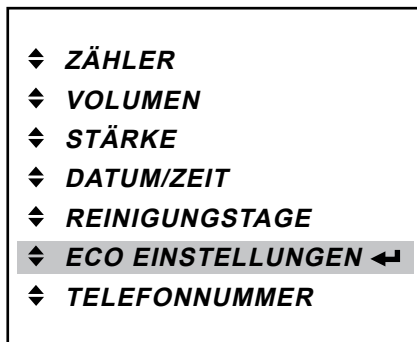

Abb. 43
- Drücken Sie die Entertaste ◀, um das Menü «ECO EINSTELLUNGEN» aufzurufen. (Abb. 43)